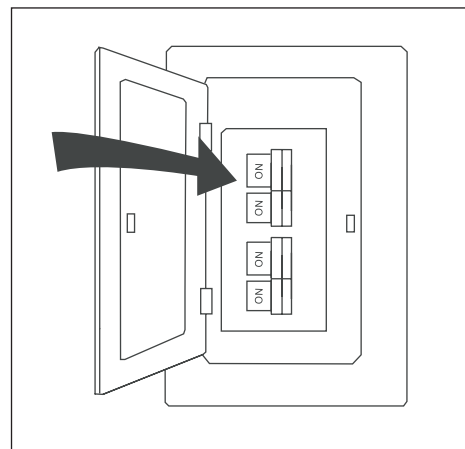

Figure 5.8
8. Restablezca la alimentación en el fusible principal o el interruptor de circuito y el interruptor de pared (Figure 5.8).